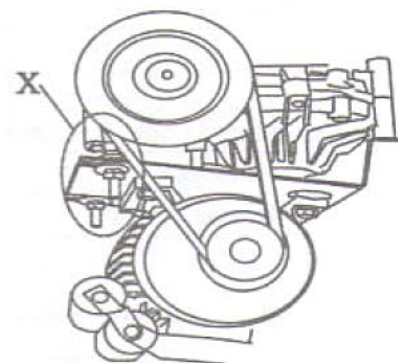

Рис. 9
- В случае потери мощности следует проверить натяжение приводного ремня: снять левую панель корпуса шиномонтажного станка, открутив 4 винта крепления. Натянуть приводной ремень с помощью специального регулировочного винта X на опоре электродвигателя (рис. 9).